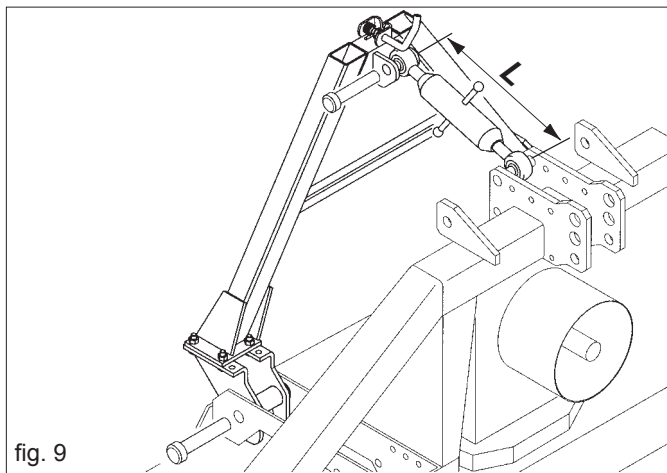

fig. 9
Le triangle pour l'accrochage et le décrochage rapide du semoir de la machine à laquelle il est assemblé peut être fourni avec la machine. Le triangle est monté de façon stable sur la machine (Fig. 9). De manière à garantir un accouplement correct entre le semoir et les équipements MASCHIO (voir Tableau 2), enregistrer la longueur (L) du tirant troisième point, comme l'indique la Figure 9.